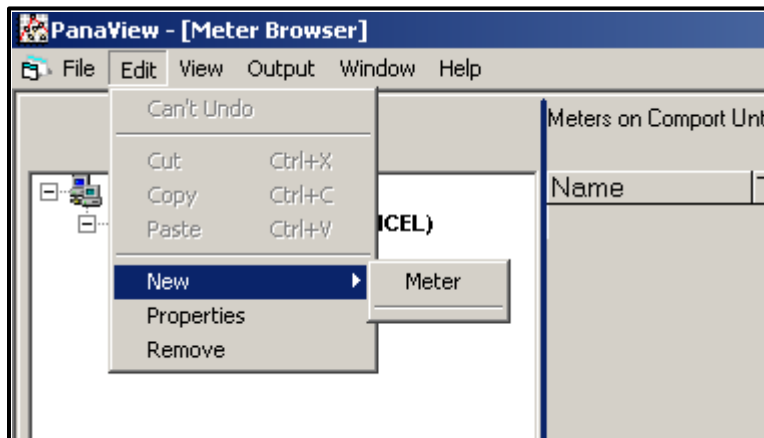

Рисунок 21: Пункт «New» (Новый) в меню «Edit» (Редактирование)
2. Выберите пункт «*New*» (Новый) в меню «*Edit*» (Редактирование) (см. рис. 21).